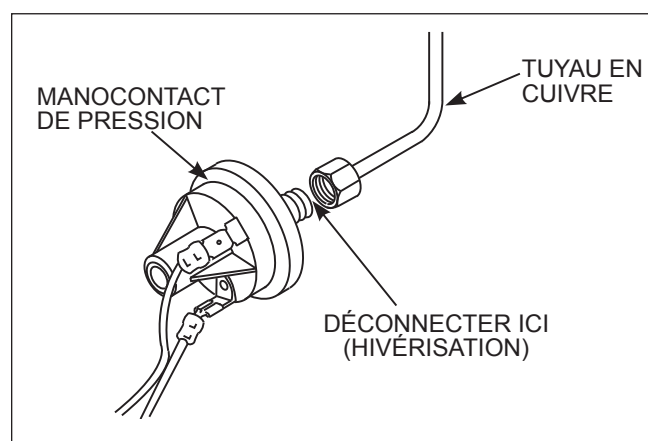

Figure 25. Canalisation en cuivre pour pressostat
8. Débrancher le pressostat du tuyau en cuivre. Voir Figure 25.
1. Attacher le tuyau en cuivre au pressostat (Voir Figure 25).